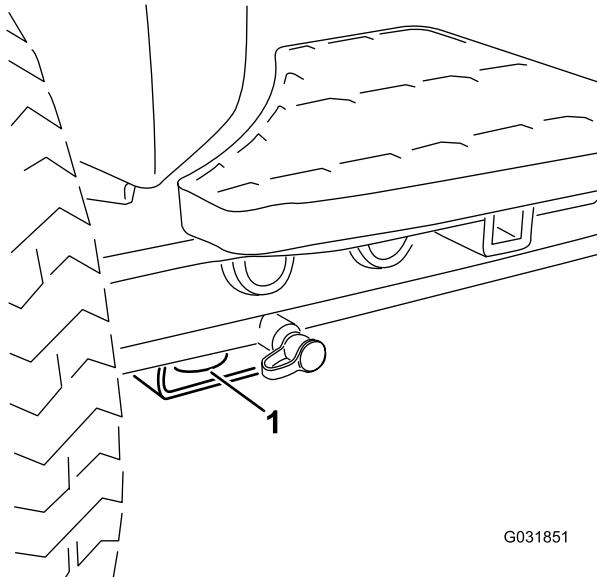

Figura 54
- Parte anteriore della macchina** – il foro nel supporto rettangolare, sotto il tubo dell'assale, all'interno delle ruote anteriori (Figura 54).